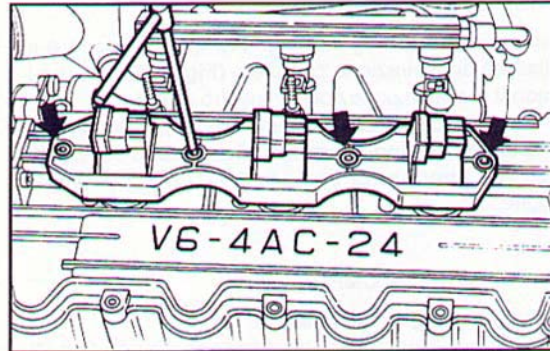

Fig. 37 ▲
- sui due lati, svitare le quattro viti dei coperchi fissaggio bobine (Fig. 37);
- on both sides, unscrew the four screws of the coil securing covers (Fig. 37);